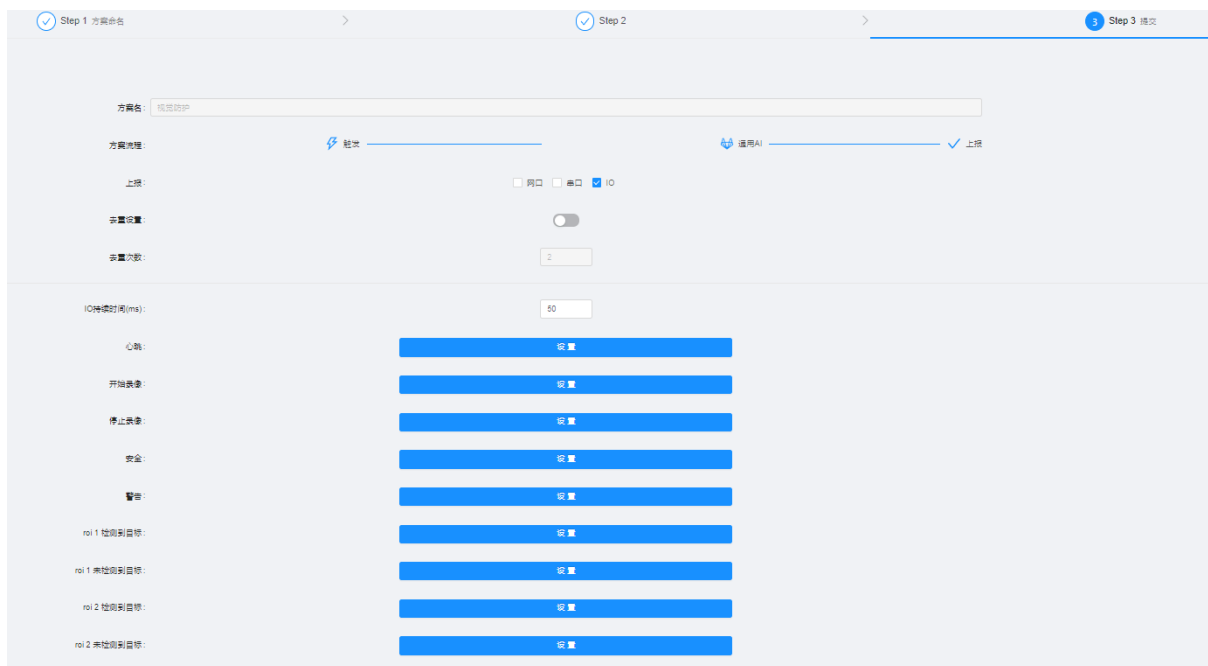

图 5.9 提交界面
Step3: 提交。这里需将结果输出选择为 IO，如图 5.9 所示。**IO 的持续时间**，这里设置的时间需长一点，持续较短，容易造成机器人 IO 接收错乱，不低于 100ms。可将 ROI.1 对应 GPO1，ROI.2 对应 GPO2，即可实现 IO 的输出。如图 6.10 所示。